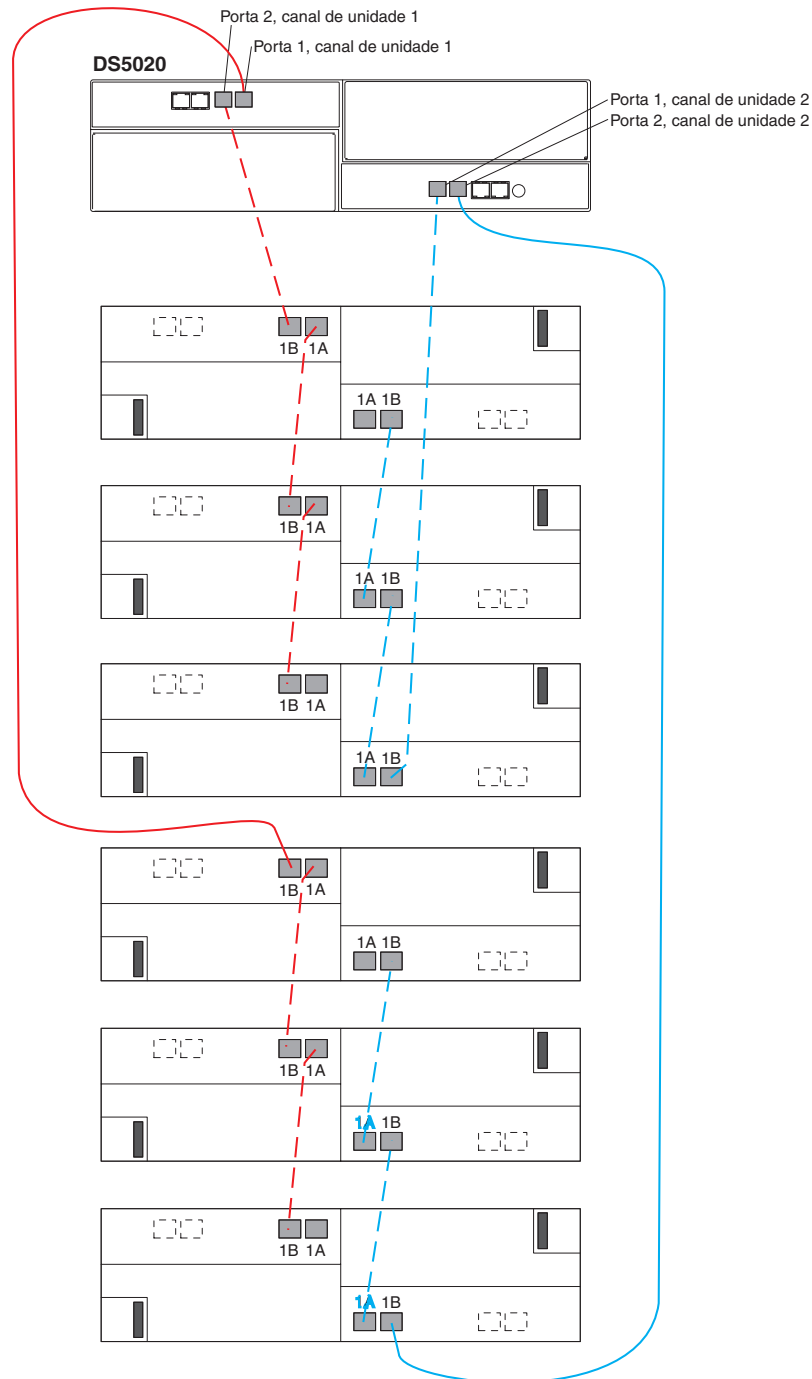

Figura 42. Cabeamento para um DS5020 e até seis gabinete de expansão de armazenamentos
Se estiver cabearo um subsistema de armazenamento DS5020 e até seis gabinetes de expansão de armazenamento, a Figura 42 mostra a topologia correta de cabeamento.
7. Para conectar seis gabinetes de expansão de armazenamento a um DS5020, utilize todas as portas dos dois canais de unidade. Consulte a Figura 42 na página 71 para obter a topologia de cabeamento.